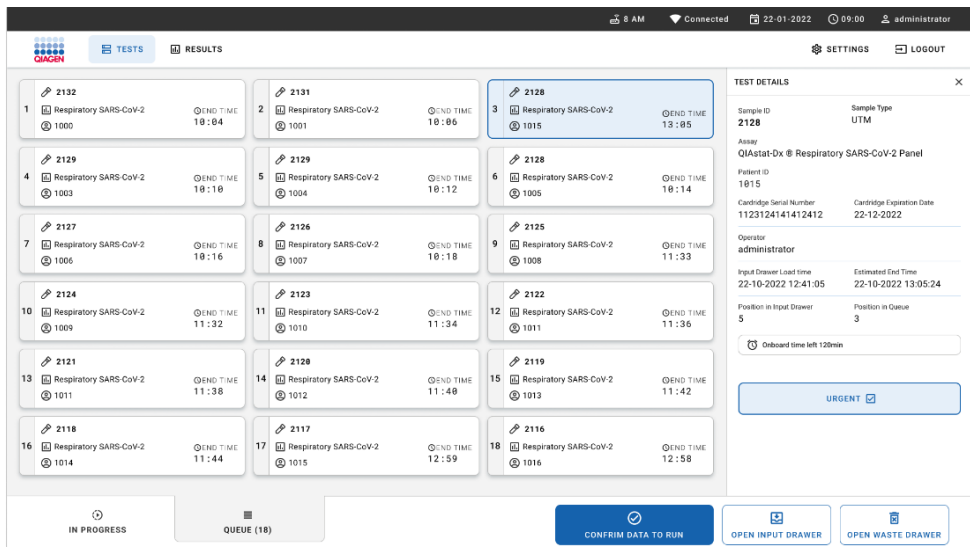

Figura 63. Schemata della coda campioni con esame selezionato e visualizzazione di informazioni aggiuntive.
Se si seleziona un test sul touchscreen, vengono visualizzate informazioni aggiuntive nel paragrafo di visualizzazione dei dettagli della schermata (Figura 63).
14. Premere il pulsante **confirm data to run** (conferma dati da analizzare) nella parte inferiore dello schermo quando tutti i dati visualizzati sono corretti (Figura 63). Dopo di che, è necessaria un'altra conferma da parte dell'operatore per eseguire i test (Figura 65).